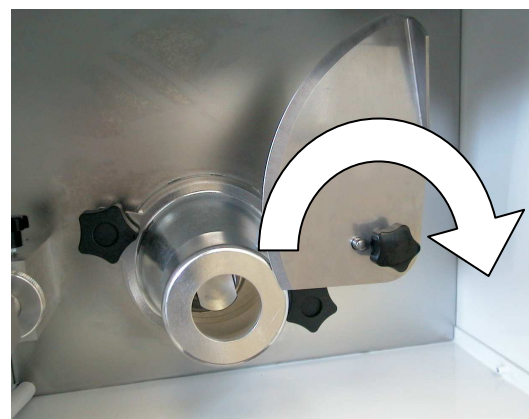

Fig. 6
2. Débrancher la poignée qui fixe le couteau et levez (Fig.6)